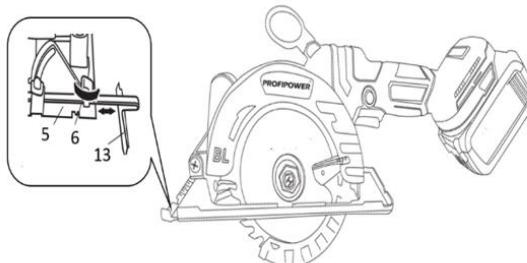

РИСУНОК 2.1.5. УСТАНОВКА ПАРАЛЛЕЛЬНОГО УПОРА.
1. Ослабьте винт «6» (рисунок 2.1.5.) крепления параллельного упора «13».